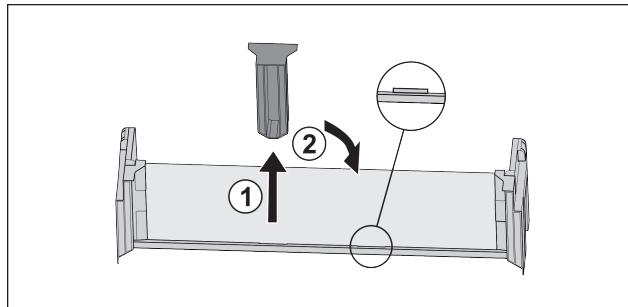

Fig. 118
- ▶ Stiahnite stredný prídržný diel Fig. 118 (1).
- ▶ Nasadte stredný prídržný diel do druhej pozície Fig. 118 (2).